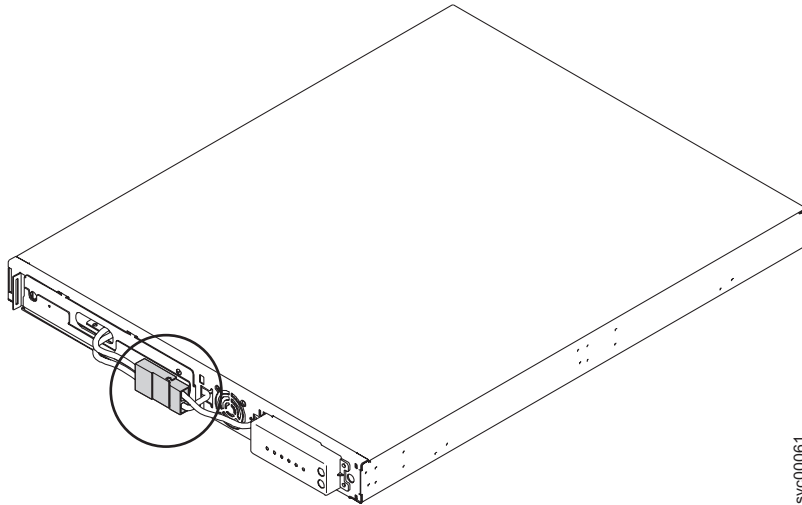

図 31. 2145-1U 無停電電源装置内部バッテリー・コネクタ
5. 内部バッテリー・コネクタ (52 ページの図 31 に示す) を接続します。ガイド・キー付きのコネクタのそれぞれの端部には 2 本のワイヤーがあります。1 本は赤 (+) でもう 1 本は黒 (-) です。黒いワイヤーと黒いワイヤーおよび赤いワイヤーと赤いワイヤーが結合されます。